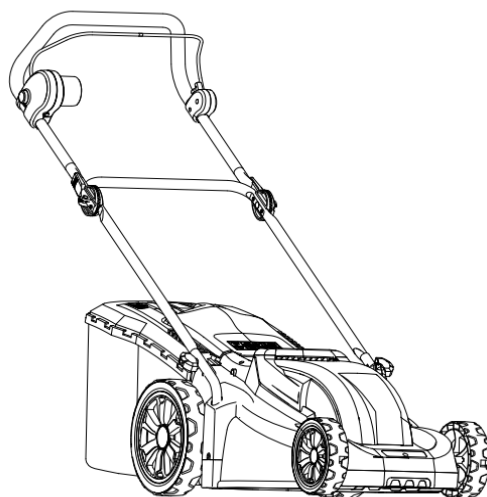

Рис. 2
- a. Совместите внешний диск с внутренним диском и соедините верхнюю рукоятку (3) с нижней рукояткой (6).
- b. Убедитесь в том, что зубья дисков сцеплены (Рис. 2)